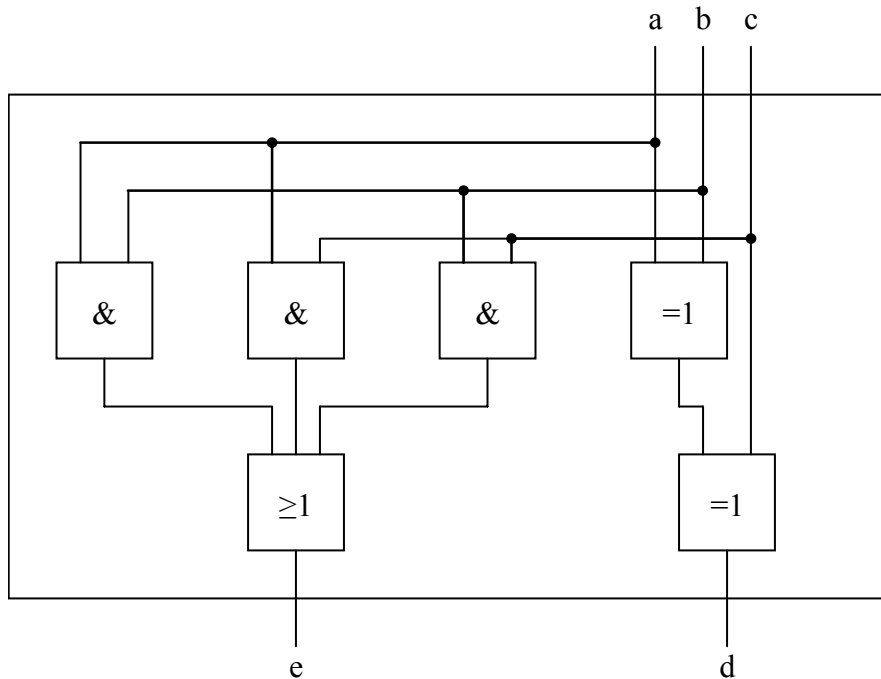

Bild 5.1: Arithmetik-Schaltung 1
Zunächst wird die in Bild 5.1 dargestellte Schaltung mit den Eingängen a , b und c sowie den Ausgängen d und e betrachtet:
- a) Vervollständigen Sie entsprechend der Funktion der Schaltung nach Bild 5.1 die folgende Tabelle 5.1!
- b) Welche Funktion wird mit dem Ausgang d in Bild 5.1 beschrieben, welche Funktion wird mit dem Ausgang e in Bild 5.1 beschrieben und welche arithmetische Operation wird durch die gesamte Schaltung in Bild 5.1 realisiert?